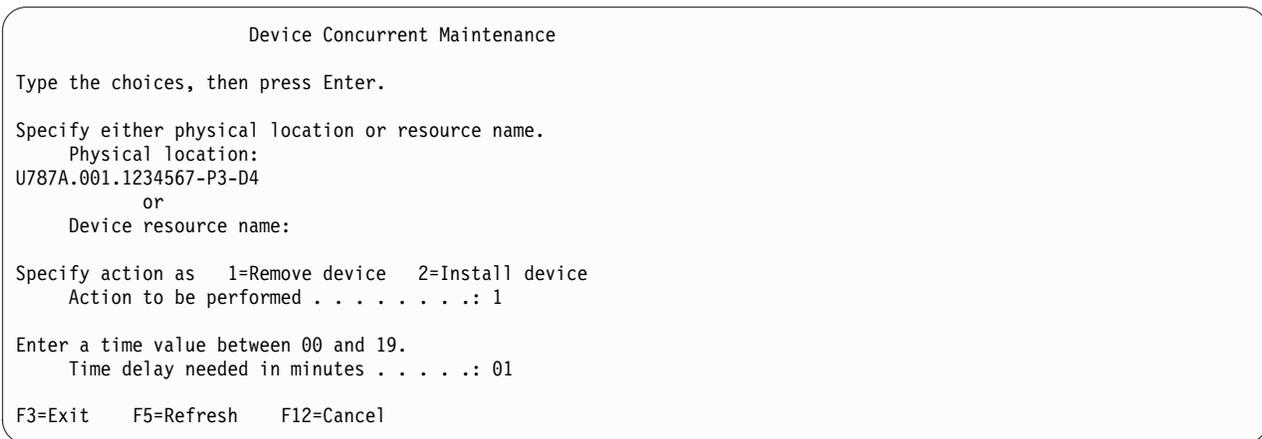

Abbildung 99. Beispielanzeige "Parallelwartung der Einheit"
14. Navigieren Sie im Hardware-Service-Manager zu der Option **Parallelwartung der Einheit auswählen**. Drücken Sie die Eingabetaste. Die Anzeige "**Parallelwartung der Einheit**" wird angezeigt (siehe Abb. 99).